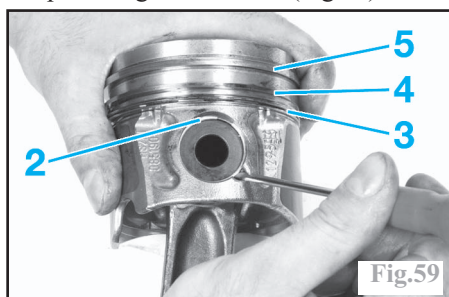

Fig.59
Monter les segments huilés sur les pistons en commençant par le segment racleur (3) puis celui d'étanchéité (4) et enfin le segment coup de feu (5) en plaçant les marquages "Top" vers la tête du piston. Tiercer les segments à 120°, en les décalant par rapport à l'axe de piston et à la coupe du segment racleur (Fig.59).